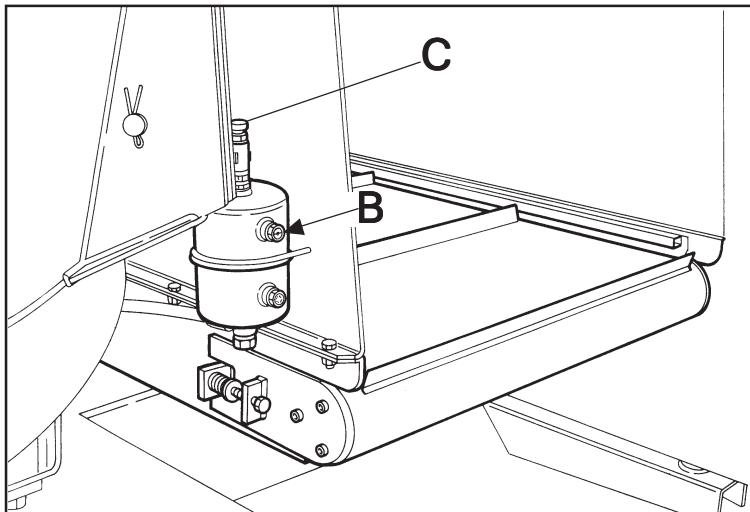

FIG. 7
- Contrôler le niveau (**B** - Fig. 7) de l'huile dans le réducteur de la transmission. Pour changer l'huile ou en rajeuter, enlever le bouchon de remplissage (**C** - Fig. 7).
- Het oliepeil (**B** - Fig. 7) kontroleren in de reduktiebak van de aandrijving. Ingeval van vervanging of van bijvulling, de dop (**C** - Fig. 7) verwijderen en bijvullen.